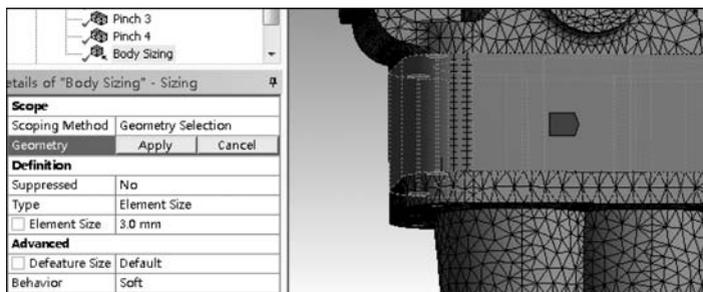

图 3.65 设置局部网格尺寸
(11) 对另外两个零件解除压缩,选择 Part2 并对其添加 Sizing,如图 3.65 所示,将 Element Size 设置为 3.0mm。